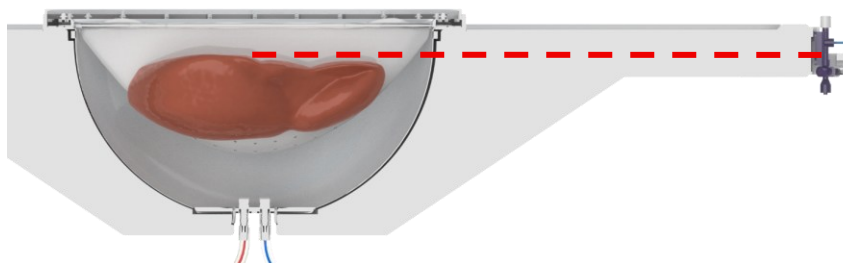

Figura 28: Altezza del fegato rispetto al sensore di pressione
- Tenere presente che il fegato è sostenuto dalla rete e dal liquido nel serbatoio. Per garantire una misurazione precisa della pressione, allineare l'altezza del fegato al sensore di pressione, come mostrato nella Figura 28. La punta della cannula deve trovarsi alla stessa altezza del centro del sensore di pressione.